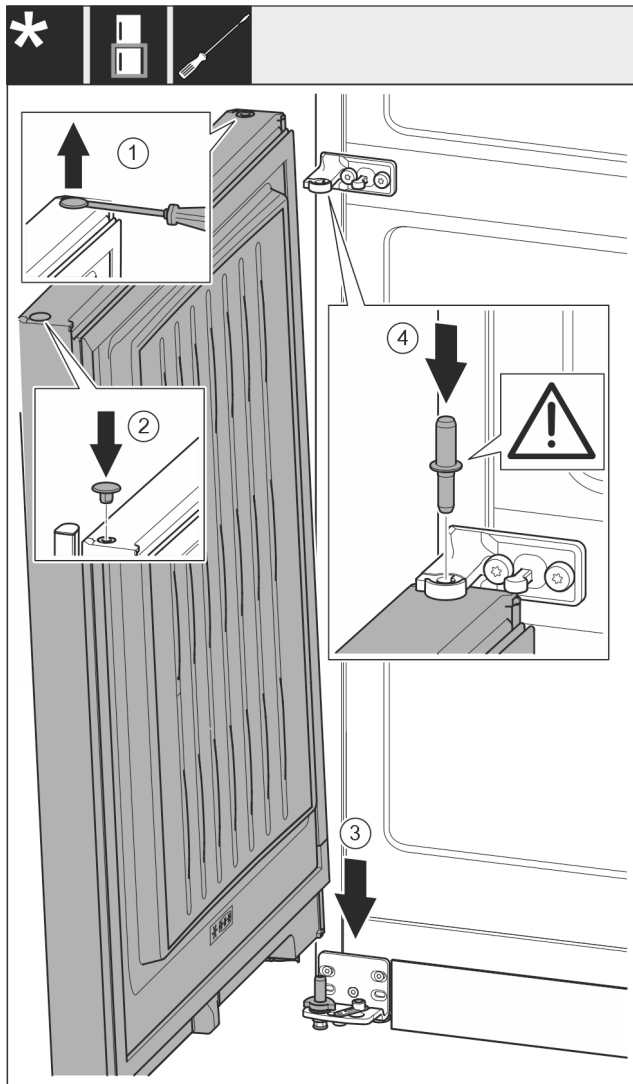

Fig. 18
- ▶ Ngrini lart me kujdes tapat me një kaçavidë me kokë petë dhe nxirrini jashtë. Fig. 18 (1)
- ▶ Vendosni sërish tapat në anën tjetër të derës. Fig. 18 (2)
- ▶ Futni derën nga lart mbi kunjin e kapjes nga poshtë. Fig. 18 (3)
- ▶ Futni në derën poshtë kunjin e kapjes në mes duke e kaluar përmes bazamentit mbështetës në mes. Këtu bëni kujdes që gungat e kapjes të jetë të kthyera nga poshtë. Fig. 18 (4)